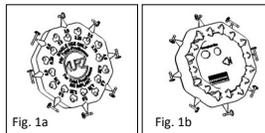
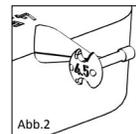

Fig. 1a
Abb. 2
■ Fig. 1a, 1b/2 El Sizer Disk (Fig. 1a, 1b) para prótesis totales posee ocho calibradores (Sizer) individuales de diferente longitud (3.0-7.0 mm) dispuestos perimetralmente. En el reverso de cada calibrador se indica la correspondiente longitud (Fig. 2). Las muescas y orificios sirven para reducir el peso y mejorar la visión durante la medición en el oído medio.